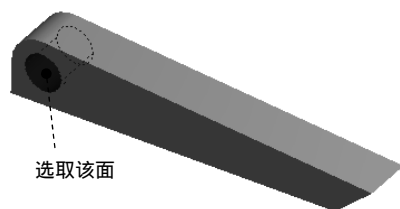

图 7.6.63 定义接触面
(1) 选择命令。在“Outline”窗口中右击  **Contacts** 节点，在弹出的快捷菜单中选择 **Insert**  **Manual Contact Region** 命令，弹出“定义接触参数”对话框。
(2) 定义接触面。在 **Scope** 区域中单击以激活 **Contact** 后的文本框，选取图 7.6.63 所示的圆柱面为接触面，单击 **Apply** 按钮。